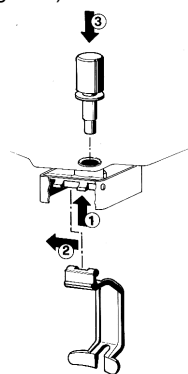

figura 6
- 3 - **Rubinetto a gravità:** montare (1-2) la leva di comando rubinetto e quindi infilare il pistone dotato della propria guarnizione (vedere figura 6).